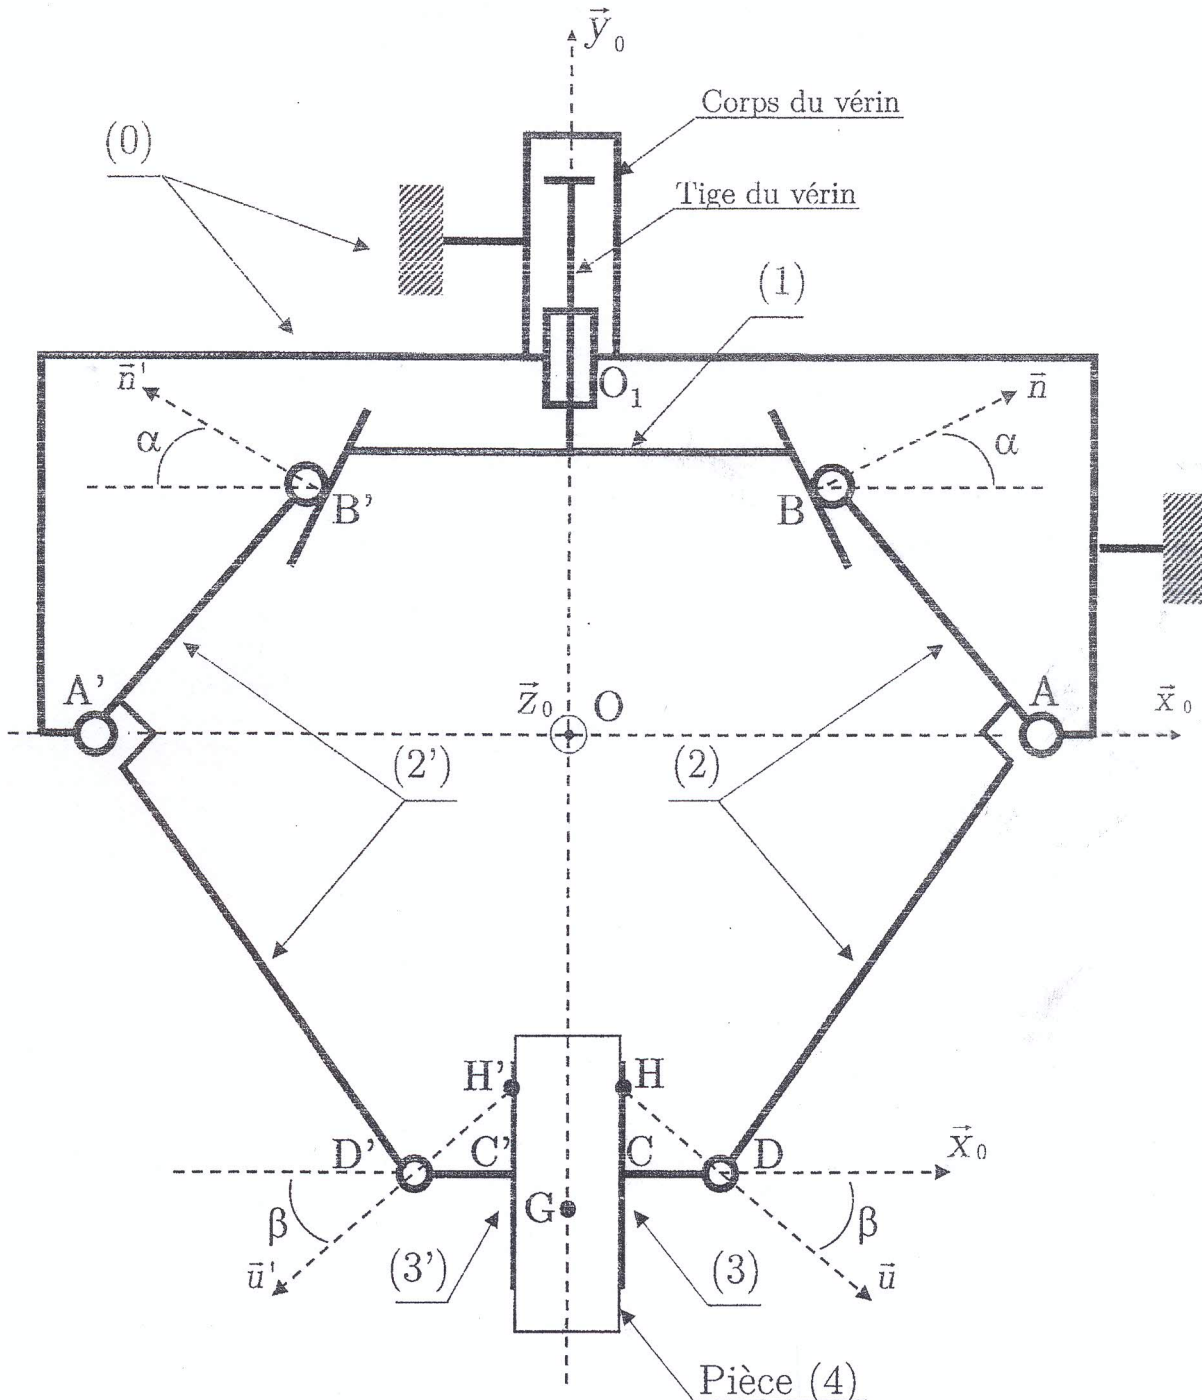

Figure.1. Pince d'un robot
L'étude est effectuée sur une pince d'un robot dont le schéma cinématique est représenté sur la figure.1. Le rôle de la pince est de maintenir une pièce (4) entre deux mors (3 et 3') dans le but d'un éventuel déplacement ultérieur. Le rapprochement des deux mors (3 et 3') de la pince assure le serrage de la pièce par l'intermédiaire d'un mécanisme à came (1) activé par un vérin pneumatique. La came (1), en liaison complète avec la tige du vérin, est en liaison pivot glissant d'axe $(O, \vec{y}_0)$ avec le corps du vérin (0). La montée de la tige sous l'action de l'air comprimé assure le serrage de la pièce. La came (1) agit sur l'extrémité du levier coudé (2) par un contact ponctuel en B de normale $\vec{n}$. Le levier (2) est articulé en A avec le corps fixe (0) de la pince. Les mors (3) et (3') sont articulés respectivement en D et D' sur les leviers (2) et (2') pour s'adapter à la dimension de la pièce et sont en contact plan de normal respectivement $\vec{x}_0$ et $-\vec{x}_0$ avec la pièce (4). Par effet de frottement, les deux parties symétriques de la pince deviennent auto-serrantes avec une intensité proportionnelle à la masse soulevée.